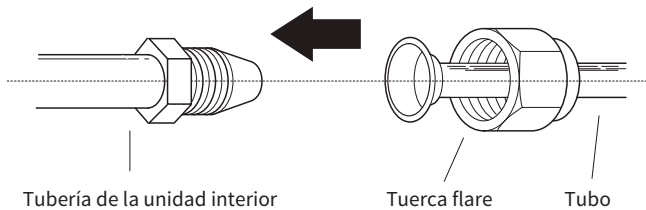

Fig. 5.7
1. Alinee el centro de las dos tuberías que va a conectar. Ver Fig. 5.7.